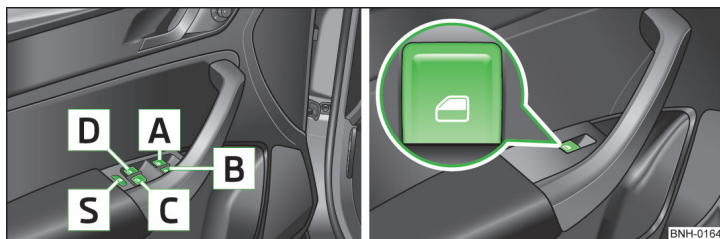

Fig. 35 Teclas en la puerta del conductor / en las puertas traseras
- Si se transportan personas en los asientos traseros, las cuales no son completamente independientes, p. ej. niños, se recomienda poner fuera de funcionamiento los elevalunas eléctricos de las puertas traseras (conmutador de seguridad) **S** » **fig. 35 de la página 55**.
### Teclas de los elevalunas » fig. 35
Se pueden poner fuera de servicio las teclas de los elevalunas de las puertas posteriores pulsando el conmutador de seguridad **S** » fig. 35. Se ponen de nuevo en funcionamiento las teclas de los elevalunas de las puertas traseras pulsando de nuevo el conmutador de seguridad **S**.